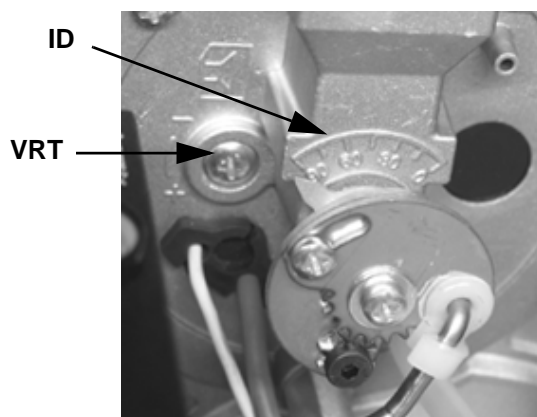
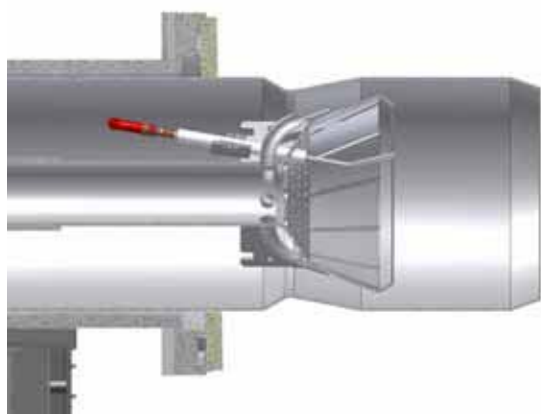
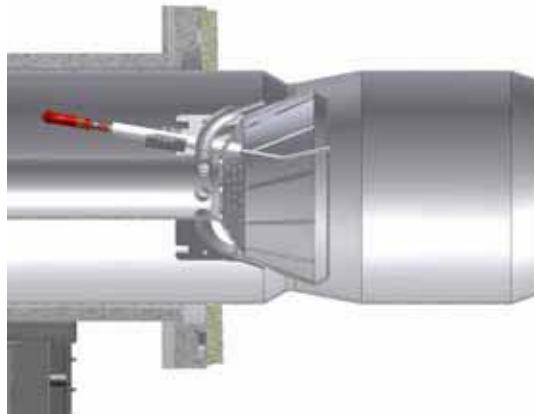

Рис. 5
Рис. 6: Головка сгорания, выдвинутая полностью вперед
Рис. 7: Головка сгорания, выдвинутая полностью назад
- 2 На заводе-изготовителе головка сгорания горелки настраивается на положение максимальной мощности "MAX". Настройка на максимальную мощность соответствует положению головки "выдвинута полностью вперед" - для стандартного типа горелок (Рис. 6) и положению "полностью назад" - для горелок с низкими выбросами NOx (Рис. 7). Установка головки в положении "полностью вперед" - подразумевает под собой ее выдвижение внутрь камеры сгорания котла, в то время положение "полностью назад" означает - в сторону оператора. Для снятия головки сгорания - прочитать пар. "Снятие и чистка головки сгорания " на стр 40. Что касается работы на сниженной мощности, необходимо последовательно сдвинуть головку сгорания по направлению положения "МИН", вращая винт **VRT** (Рис. 5) по часовой стрелке. Индикатор **D** указывает на перемещение головки сгорания.